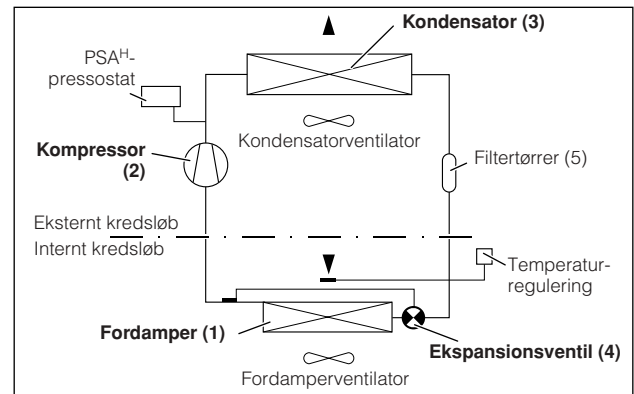

Fig. 2: Kølekredsløb
Køleenheden (kompressionskøleanlæg) består af de fire hovedkomponenter (se fig. 2): Fordamper (1), kølemiddelfortætter (kompressor) (2), kondensator (3) samt regulerings- eller ekspansionsventilen (4), som er forbundet med hinanden via rørledninger. Dette kredsløb påfyldes et stof med lavt kogepunkt, kølemidlet. Kølemidlet R134a (CH_2FCF_3) er klorfrit. Dets potentiale for ødelæggelse af ozonlaget er 0.